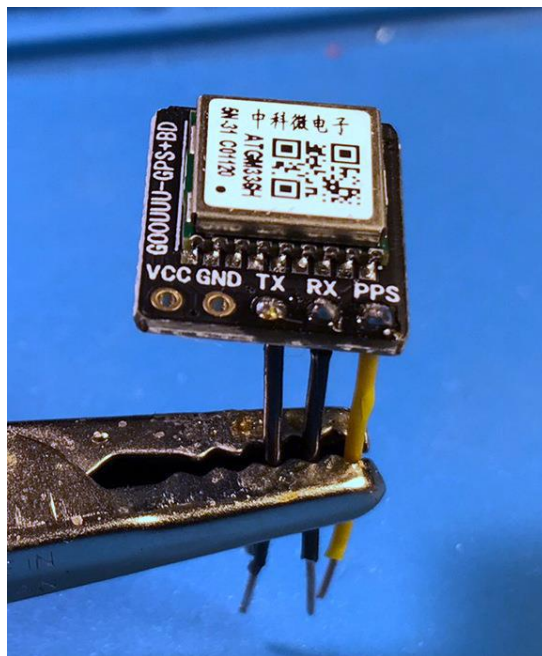

Figura 15: Collegamento al GPS;
2. Tagliare 3 pezzi di filo lunghi circa 3,8 cm e saldarli ai seguenti terminali (Figura 15):